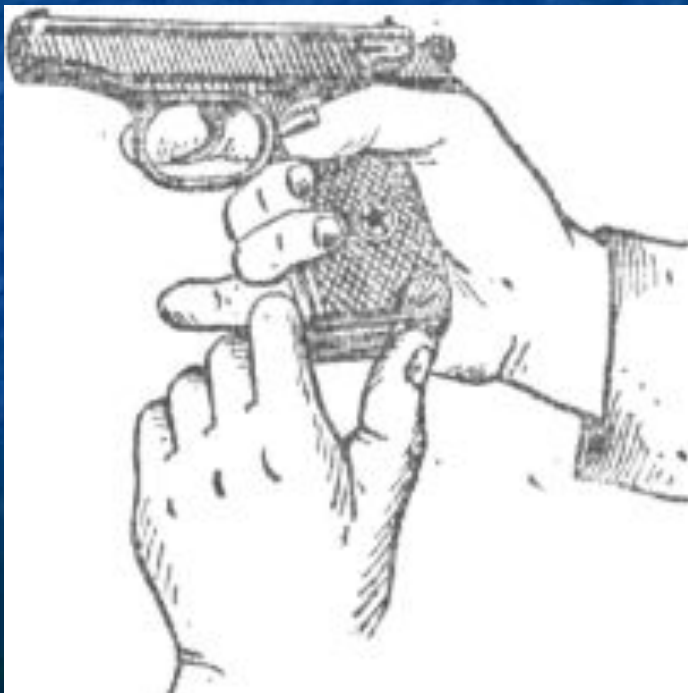

Рис. 3. Извлечение магазина из основания рукоятки
- 1) Извлечь магазин из основания рукоятки (рис. 3). Удерживая пистолет за рукоятку правой рукой, большим пальцем левой руки отвести защелку магазина назад до отказа, одновременно оттягивая указательным пальцем левой руки выступающую часть крышки магазина, извлечь магазин из основания рукоятки. Проверить, нет ли в патроннике патрона, для чего выключить предохранитель (опустить флажок вниз), отвести левой рукой затвор в заднее положение, поставить его на затворную задержку и осмотреть патронник. Нажав большим пальцем правой руки на затворную задержку, отпустить затвор.